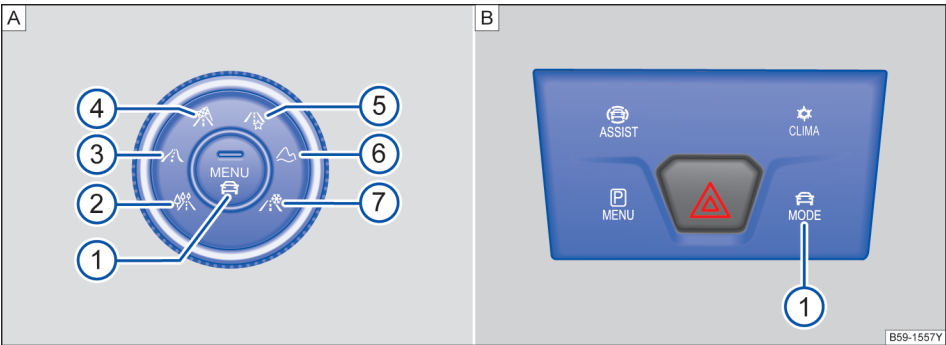

图 132 驾驶模式选择按键
→ 图 132 A 的图例：
也可通过→ 图 132 B  按钮进行如上驾驶模式的选择(取决于汽车装备)。
- 按压驾驶模式选择按钮→ 图 132 ①。驾驶模式选择菜单显示在信息娱乐系统的显示屏中。已激活的驾驶模式被选中。
- 按压驾驶模式选择按钮→ 图 132 ①。驾驶模式选择菜单显示在信息娱乐系统的显示屏中。
- 按压驾驶模式选择按钮→图 132 ①，在信息娱乐系统的显示屏中短促按压功能按钮[个性化]。